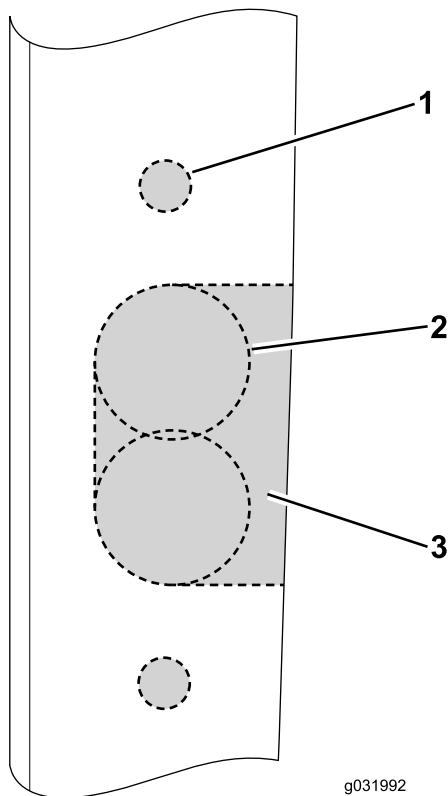

Bild 51
- Bohren Sie die 9/32" großen Löcher für die Bundkopfschrauben Bild 51.
- Erstellen Sie mit einer 1" großen Lochsäge das Radiusfeature im Ausschnitt (Bild 51).